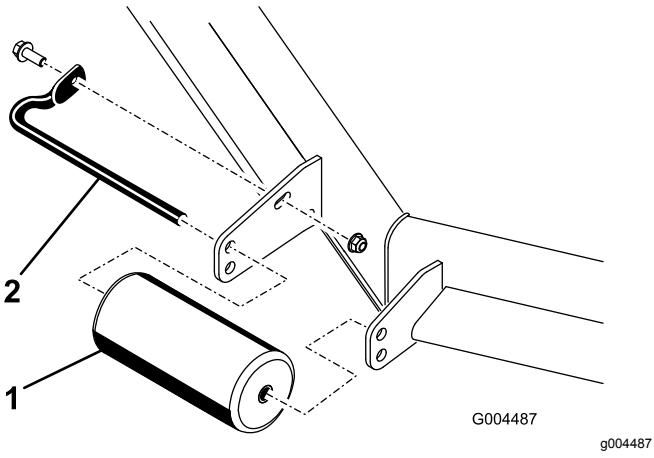

Figura 10
- Remova o parafuso e porca que prendem o eixo do rolo ao suporte da unidade de corte (Figura 10).